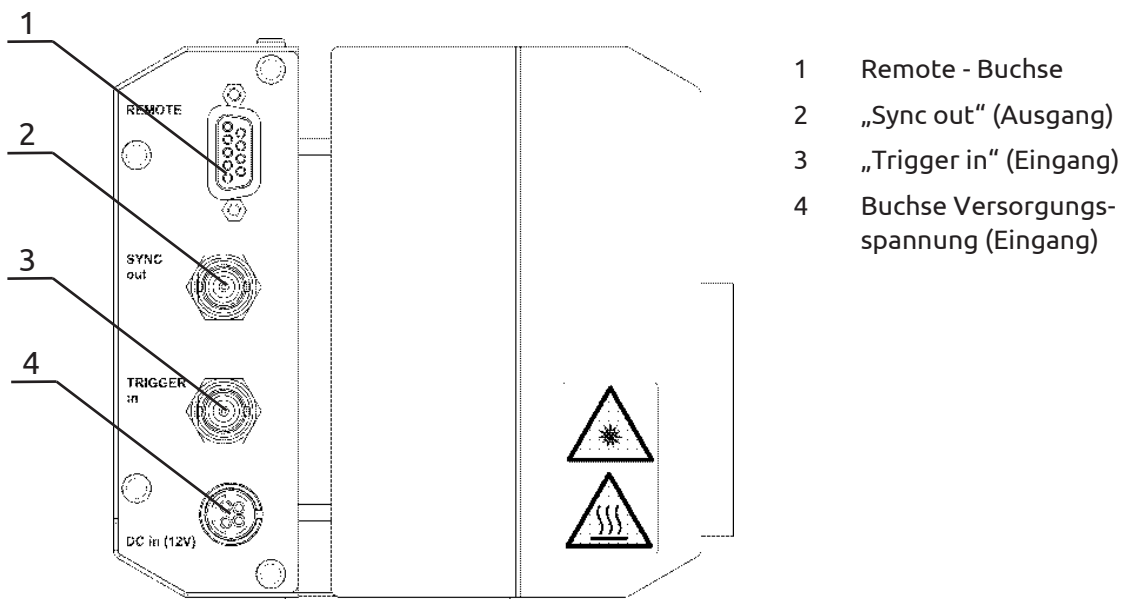

Abb. 3: Anschlüsse (elektrisch)
- Remote - Buchse (Abb. 3[1]):
- „Sync out“ (Ausgang) (Abb. 3[2]):
- „Trigger in“ (Eingang) (Abb. 3[3]):
- Buchse Versorgungsspannung (Abb. 3[4]):
Alternativ kann die Helligkeit der LED auch über eine Steuerspannung, welche über die Buchse „REMOTE“ (Abb. 3[1]) angelegt wird, beeinflusst werden. Wird währenddessen einer der Taster „+/-“ betätigt, wird die eingestellte Helligkeitsstufe übernommen und das Lampenhaus kann nur noch über die Taster „+/-“ betätigt werden. Die Bedienung durch die Steuerspannung ist erst nach kurzem Betätigen der Taste „ON/OFF“ am Lampenhaus wieder möglich. Das Lampenhaus schaltet sich bei Anlegen der Steuerspannung automatisch ein.